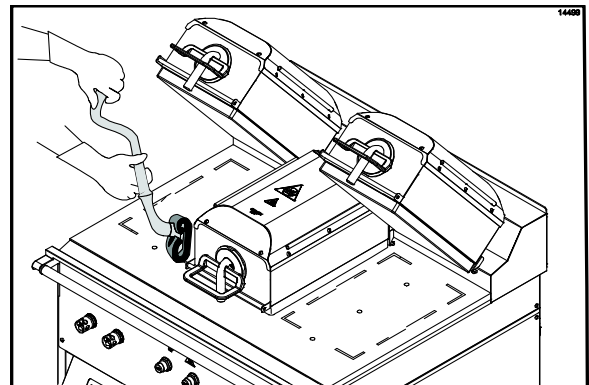

Abbildung 54
21. Auf beide Seiten der mittleren oberen Grillplatte Grillreinigungsflüssigkeit auftragen. (Siehe Abbildung 54.)